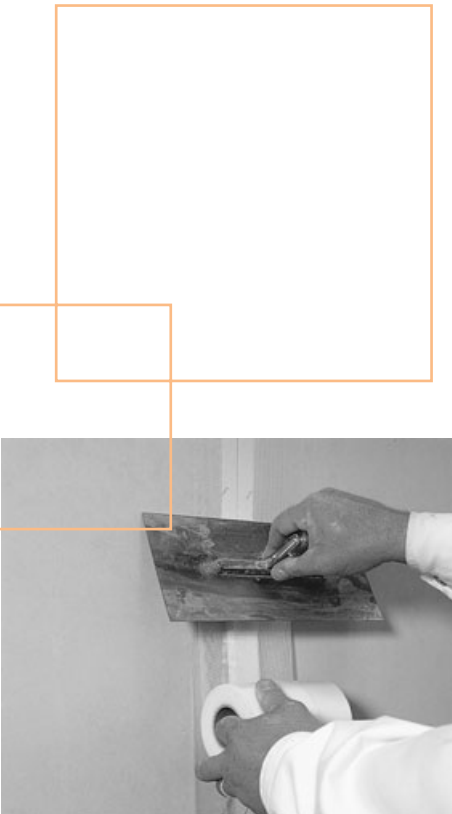

Bild 3.13:
- mittiges Andrücken des Armierungsbandes mit einer Glättkelle auf die trockenen, dicht gestoßenen Plattenfugen (siehe Bild 3.13)